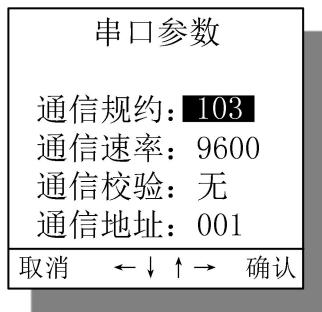

图 26 串口参数配置界面
- 1) 配置串口通信参数。在通信参数界面，操作方向键[▲]或[▼]将光标移至串口I参数条目上，按[←]键进入串口I参数配置界面。用户可操作方向键[▲]、[▼]、[◀]、[▶]来移动光标到要调整的数值上，用[+]、[-]键来调整数值大小。修改完成后，按[C]键退到串口参数保存界面，用户操作[+]或[-]键选定是否保存，[√]表示保存操作状态，[×]表示操作无效状态，按[←]键确认其选定的状态。串口II参数的配置操作可参照串口I参数配置操作，这里不详细列举。串口参数配置界面图见图26。